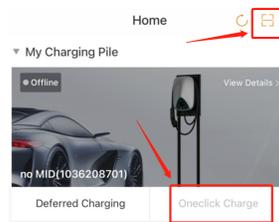

Abbildung 15: Mobile Kundenanzeige
1. Öffnen Sie SStar Charge oder die Anwendung eines Drittanbieters, klicken Sie auf die QR-Code-Einscanfunktion und scannen Sie den QR-Code an der Vorderseite der Aurora, klicken Sie nach erfolgreicher Verbindung auf "Einklick-Aufladung", um den Ladevorgang zu starten, wie in Abb. 15 dargestellt. Die Helligkeit der blauen LED ändert sich bei Erfolg allmählich.